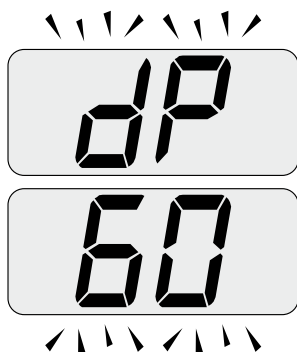

Figura 7.6
- Pulse 2 veces el botón 18 hasta que aparezcan en la pantalla LCD las letras **DP** alternadas con el valor de temperatura del agua de calefacción (ej. **60**), que indican la entrada en la activación de la "función deshollinador" a la potencia máxima para agua sanitaria (Figura 7.6).